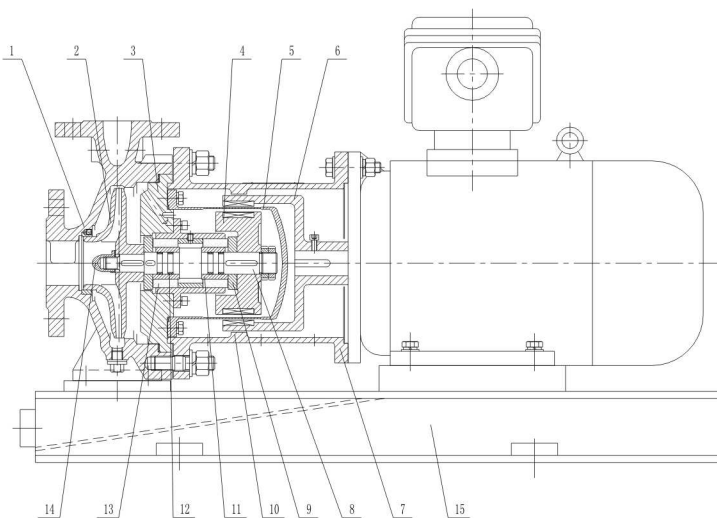

图 3
2.5.3 MDP、MDPA/MDPE型磁力泵直联式结构（见图3）